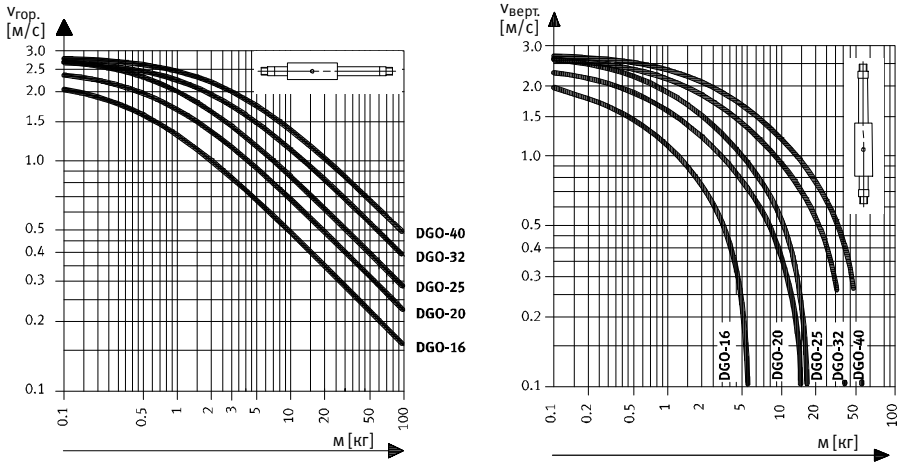

Fig. 9
- проверьте, соблюдены ли предельные значения, в частности силы и моменты (см. Fig. 8), а также максимальные скорости (см. Fig. 9).